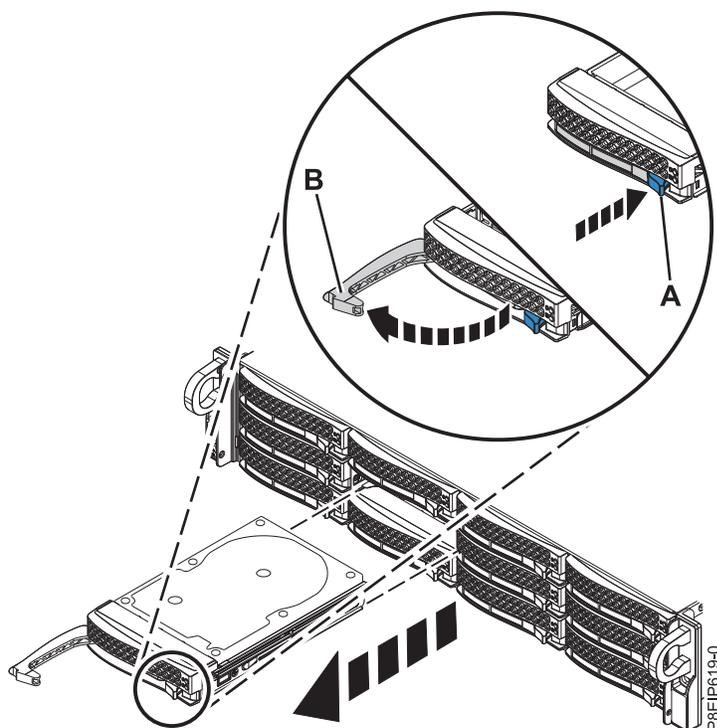

Abbildung 98. Laufwerk ausbauen
2. Entriegeln Sie den Griff an der Laufwerkposition (**B**), indem Sie auf die Griffentriegelung (**A**) drücken (siehe Abb. 98). Der Griff (**B**) schnappt in Ihre Richtung auf. Wenn der Griff nicht vollständig aufschnappt, kann das Laufwerk nicht aus dem System gezogen werden.